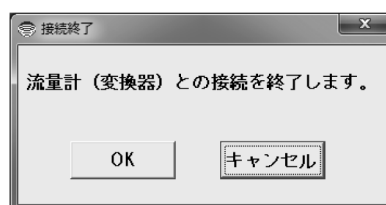

図14
- ② 図14のようなメッセージボックスが現れますので、「OK」ボタンをクリックしてください。